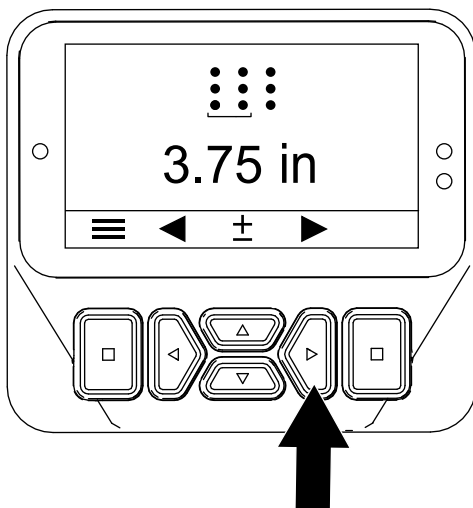

Figura 48
5. Pulse el botón derecho para mostrar la pantalla Ajuste del espaciado de las perforaciones (Figura 48).
6. Pulse el botón derecho para mostrar la pantalla Ajuste del diámetro de los taladros (Figura 48).